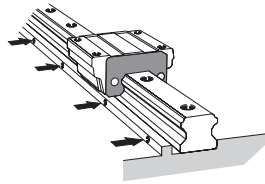

Abb. 9 Anziehen der Andruckschrauben
- (3) Die Andruckschrauben an der Führungsschiene anziehen, bis enger Kontakt an der seitlichen Anschlagfläche besteht (siehe Abb. 9).